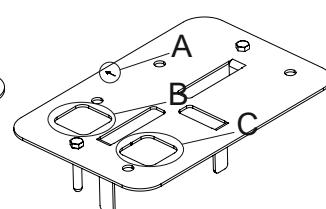

Fig. 4D
- 4) Coloque la placa de forma que la flecha en la misma (ref. A) apunte a la cremallera (Fig. 4D).
- 5) Introduzca las mangueras para el paso de los cables en el orificio cuadrado (ref. B) que permite el paso de una manguera de 32 mm y una de 25 mm. Si fuera necesario introducir otras mangueras, abra el segundo orificio cuadrado (ref. C) presente en la placa (Fig. 4D). Las mangueras deben sobresalir 5 cm de la placa.